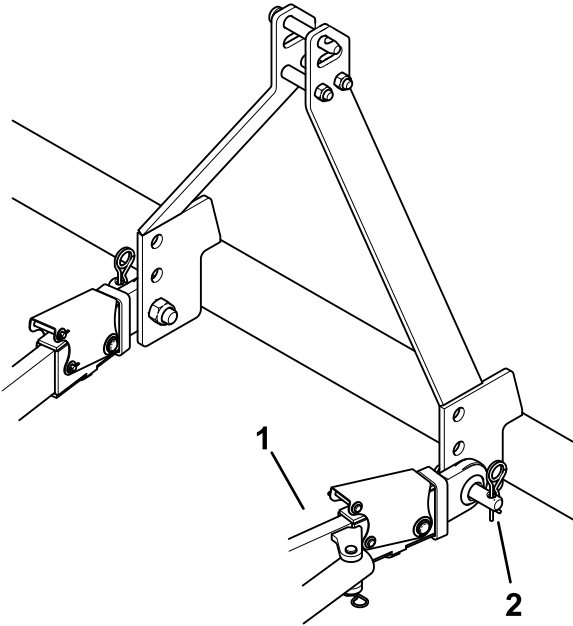

Figure 7
5. Insérez les bras d'attelage inférieurs droit et gauche sur les goupilles d'attelage (Figure 7).